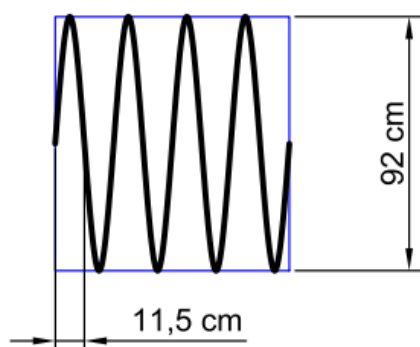

Figura 3. Cantos e arestas
- Na zona das arestas e dos cantos, deve ser colocado um mínimo de 8 cordões por metro, com uma distância máxima de 11,5 cm entre os cordões. Ver figura 3.